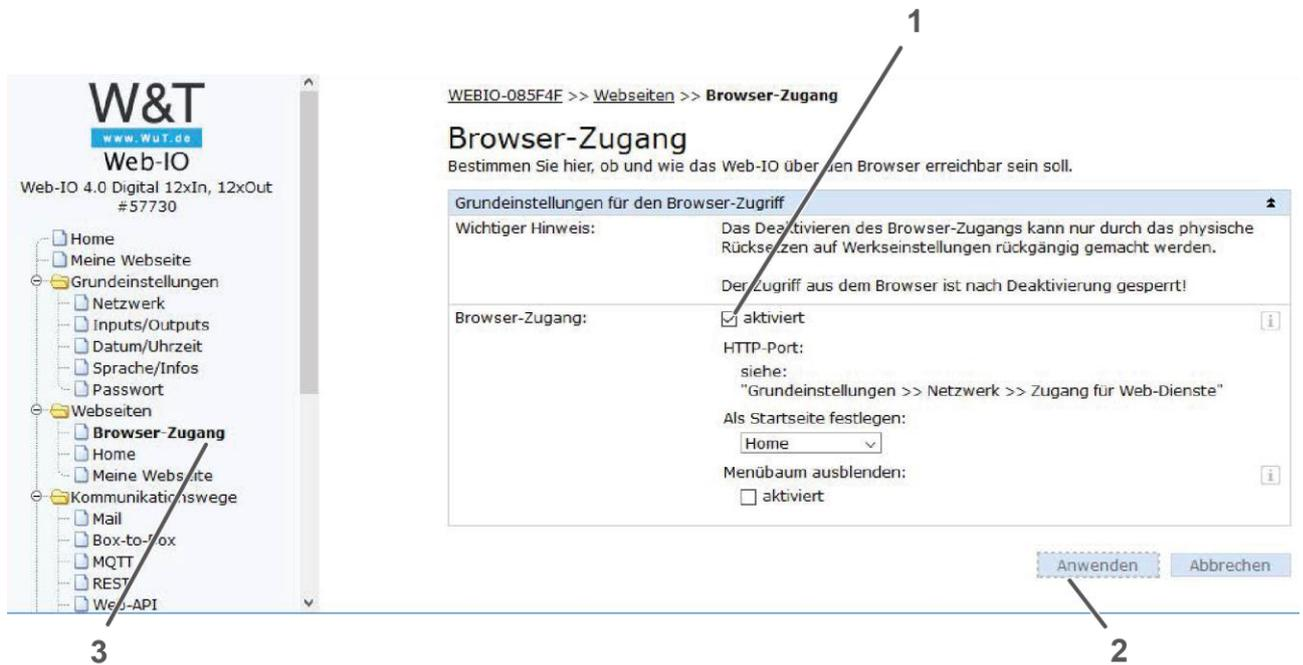

Figure 36: Web IO Browser access
- Browser-Zugang select (Figure 36, Page 41, Pos. 3).
- Set a checkmark at aktiviert (Figure 36, Page 41, Pos. 1).
- Anwenden press (Figure 36, Page 41, Pos. 2).